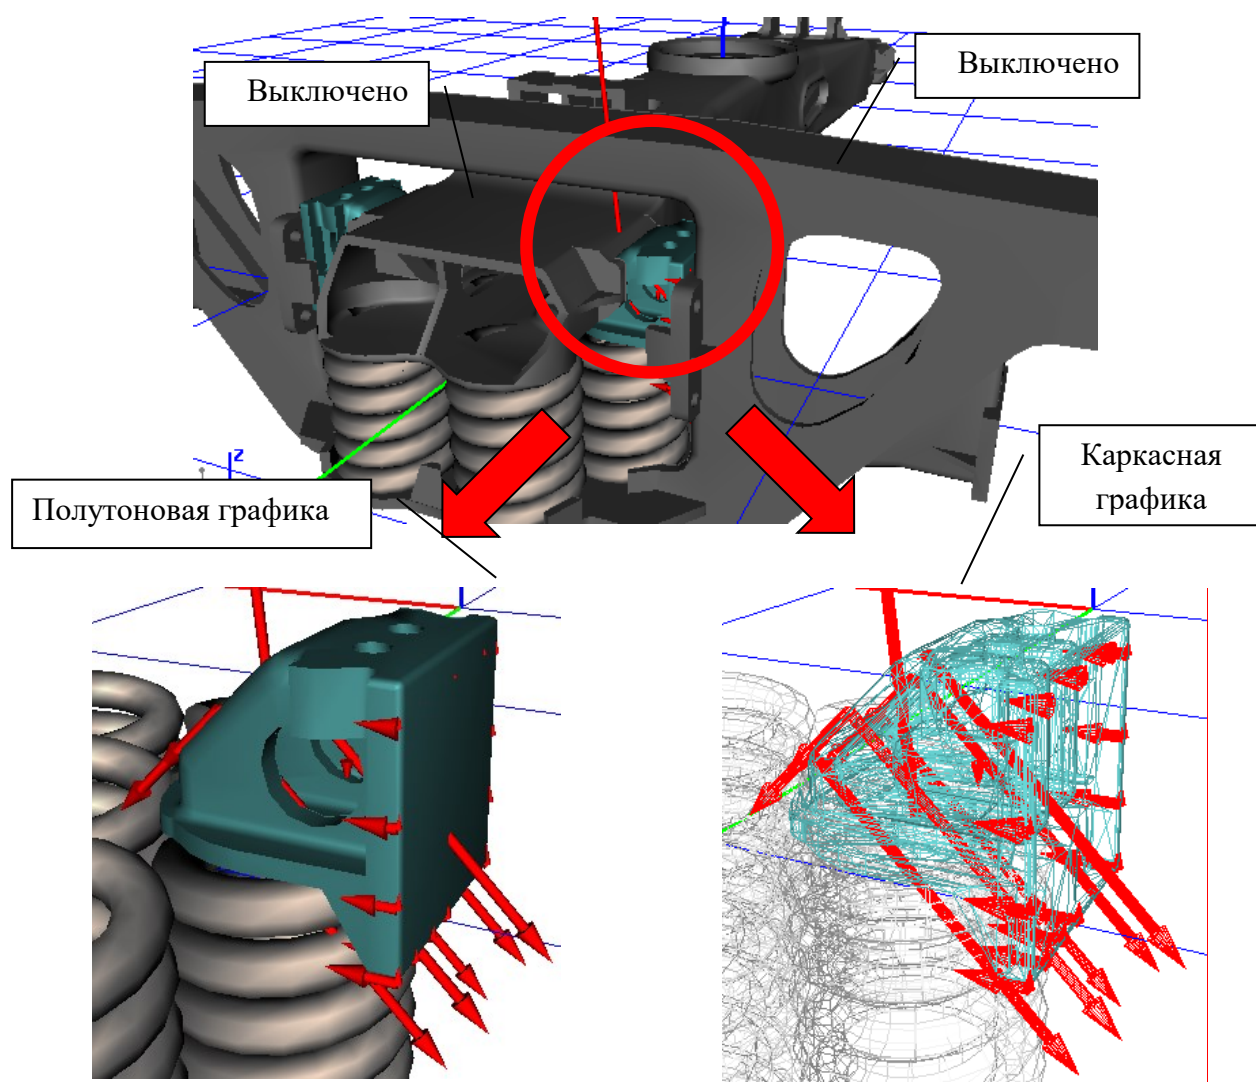

Рис. 4.119. Приемы работы в анимационном окне
- Выключать отображения графических образов тел с помощью пункта «**Режимы изображения тел**→**Видимые/Невидимые**» контекстного меню анимационного окна, см. рис. 4.119.
- Используйте кнопку *Каркас*  на панели инструментов анимационного окна для включения каркасного изображения тел, которое позволит видеть векторы контактных сил, действующих на тело, находящиеся полностью или частично внутри графического образа тела, сравните изображения фрикционного клина на рис. 4.119 снизу.